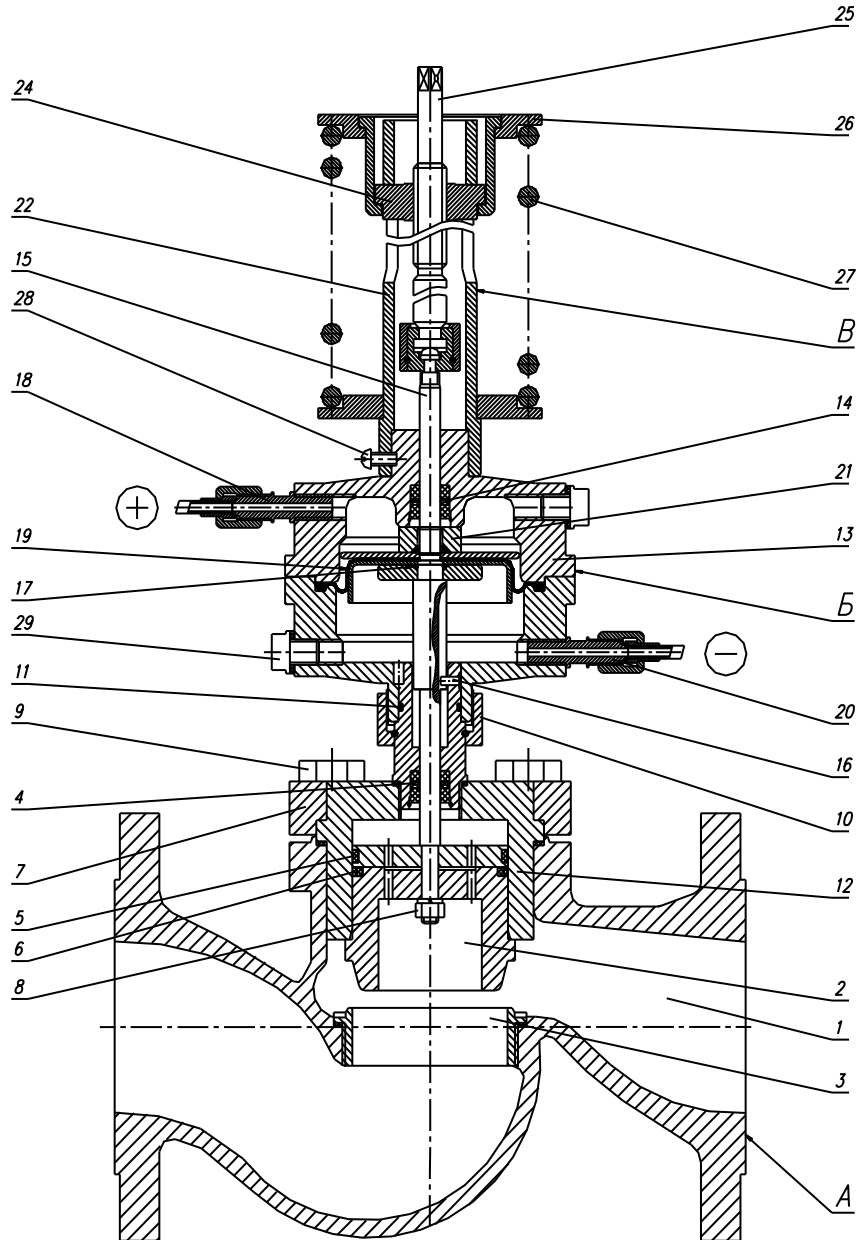

Рисунок 1. Общее устройство регулятора РП-XX.XX.X.1
2.2.5. Регулятор устанавливать на горизонтальном участке трубопровода согласно схеме подключения (см. рис.1 приложения). Перед регулятором установить магнито-сетчатый фильтр.